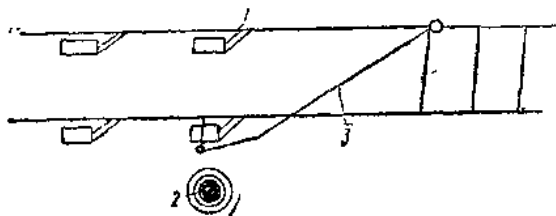

图 7
(2)四輪同时出軌时，采取鋼絲繩拉上法(图 7)：将短鋼絲繩一端套在小鉄杆上插入輪孔，另一端繫在鉄軌上，向后開車上道。